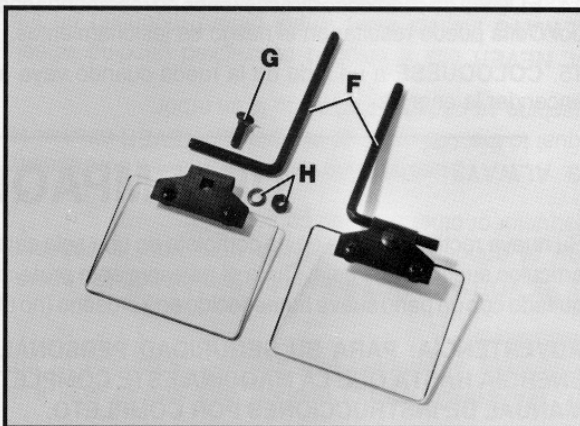

Fig. 5
2. Inserte el extremo corto de la vara de montaje (F) Fig. 5 en el agujero del marco y afíncelo en su sitio con el tornillo (G) y la tuerca y arandela (H).